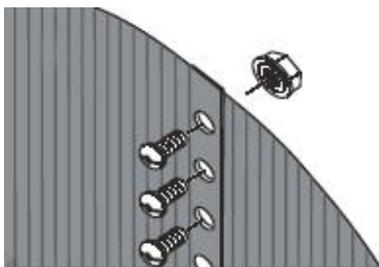

Abb. 8
2. Verbinden der Stahlmantelenden (**Abb. 8**)
- Der Schraubenkopf gehört an die **Innenseite** des Pools, die Mutter mit Beilagscheibe an die **Außenseite** (**Abb. 8**). Verwenden Sie sämtliche Schrauben und Muttern, lassen Sie kein Loch leer.